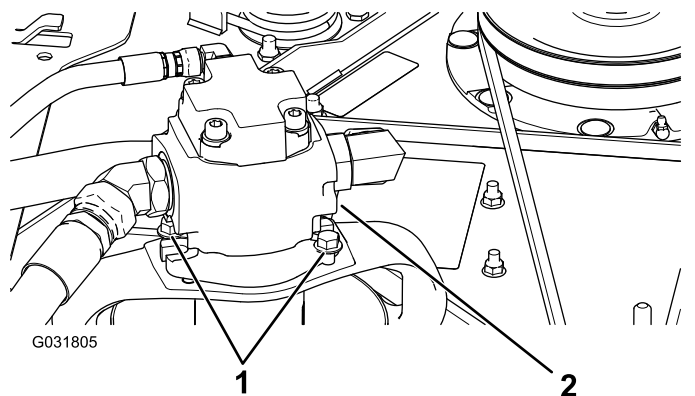

Bild 125
5. Entfernen Sie die Schrauben, mit denen der Hydraulikmotor am Mähwerk befestigt ist (Bild 125).
3. Entfernen Sie die Schrauben, mit denen der Hydraulikmotor am Mähwerk befestigt ist (Bild 125).